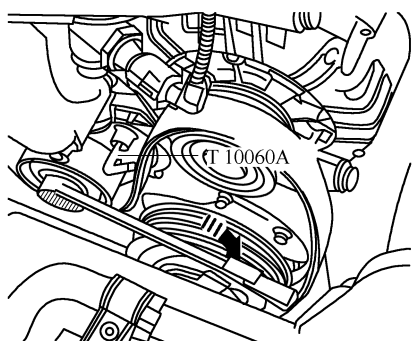

图 2-1-6 安装多楔带
3) 使用环形扳手沿箭头方向转动张紧装置,然后将锁销 T10060A 取出,如图 2-1-6